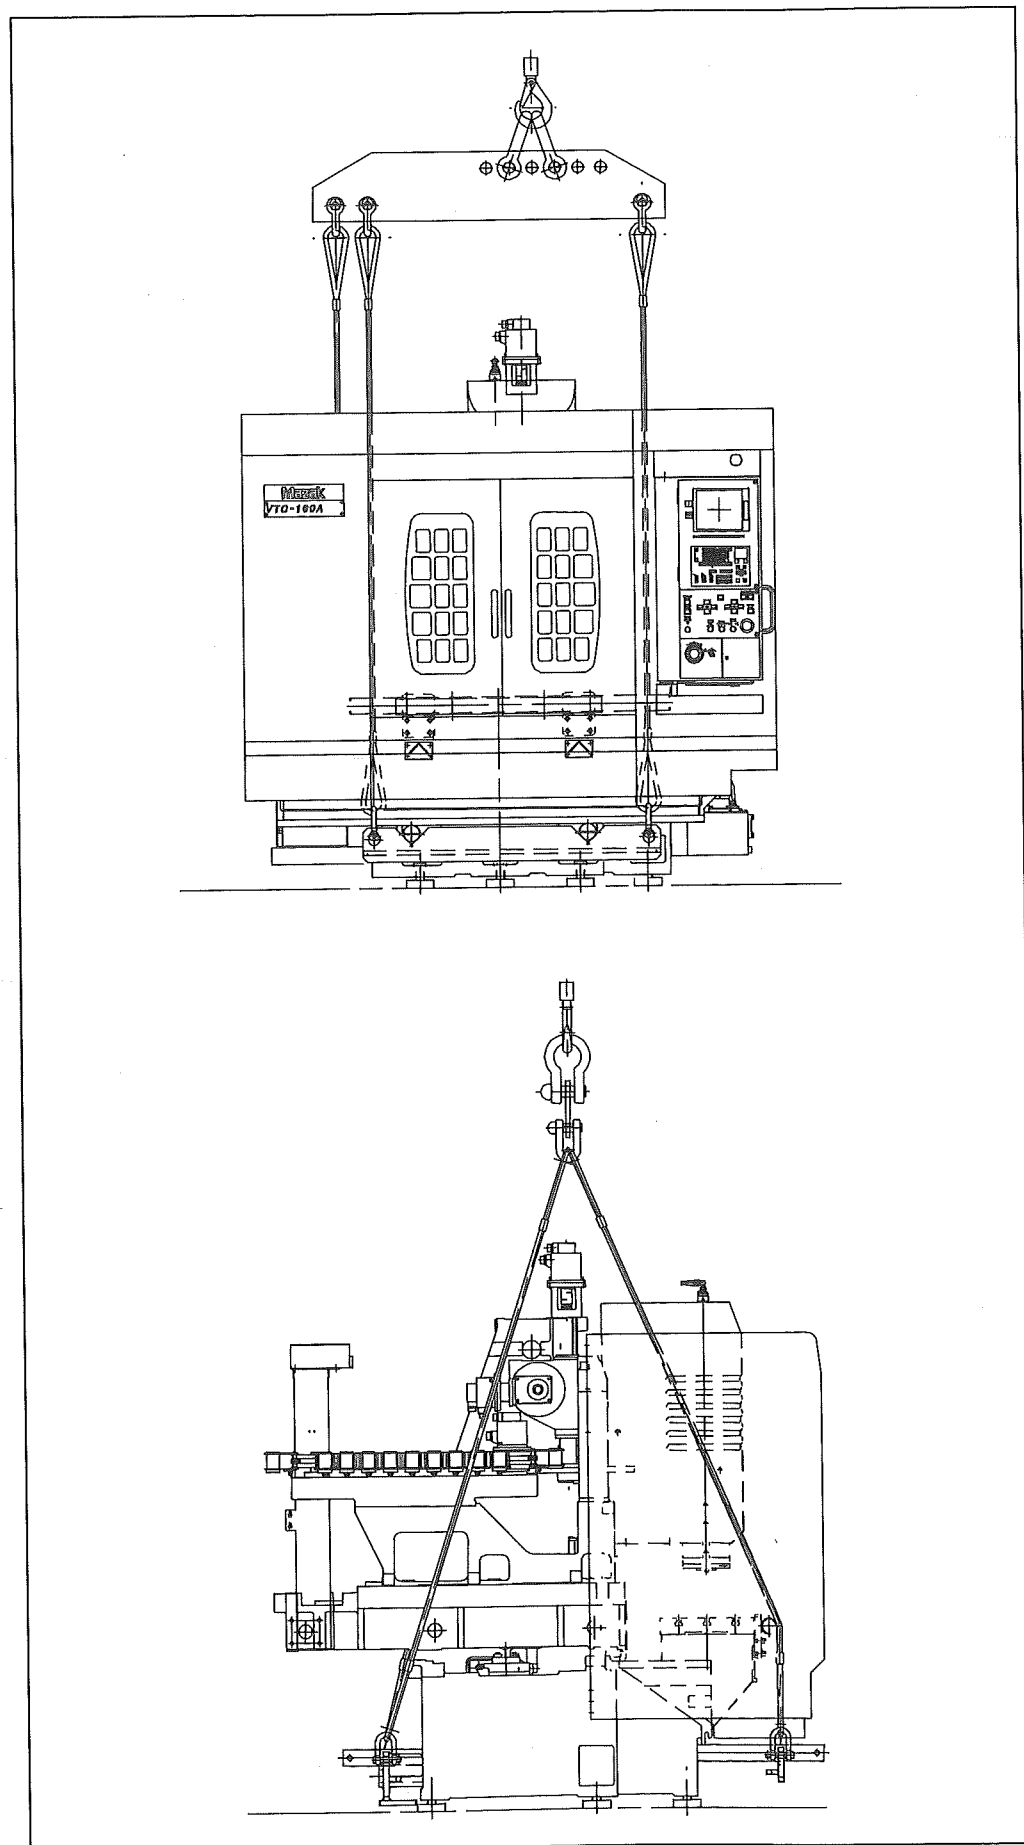

Fig. 6-1 本機の吊上げ方法
機械の吊上げは Fig.6-1 のように吊りますが、下記の事項は必ず守ってください。
- (1) ヘッドは低い位置に、コラムおよびサドルはほぼ中央にそれぞれの固定具で確実に固定します。
- (2) 吊上げには、Fig.6-1 の様な専用の吊具を使用します。
- (3) 吊用のワイヤロープは十分な太さがあり、緩みやほころびのない安全なものを使用してください。
- (4) 吊り上げる時、ロープが機械の弱い部分に当たらないように注意し、ロープと機械の接触部分に布または木片を当てて保護してください。
- (5) 配管または油圧機器、配線または制御機器、钣金カバーなどにワイヤロープが当たらないように十分注意してください。
- (6) 油圧タンク、および切削水などが洩れないように、ドレン口など十分に閉まっているか確認してください。
- (7) コロを利用して運搬する場合、大きな衝撃は極力避けるように注意してください。